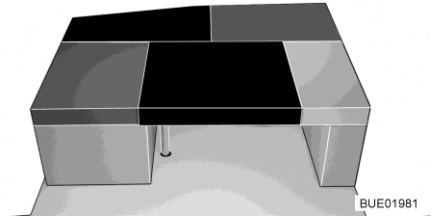

Fig. 164 Après la transformation
- Poser le coussin supplémentaire rectangulaire sur la table (entre les coussins d'assise et de dossier du siège latéral, voir Fig. 164).